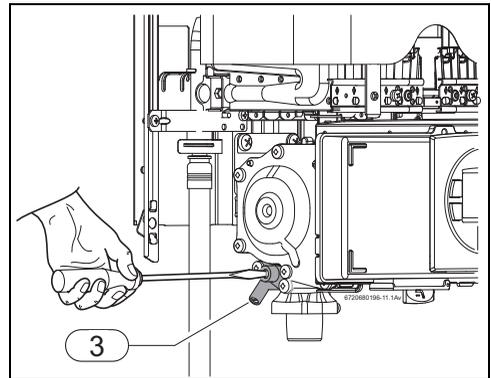

Fig. 26 Tornillo de ajuste del caudal máximo de gas
- ▶ Retirar la selladura del tornillo de ajuste (Fig. 26).
- ▶ Regular la presión del quemador máximo (tabla 11) utilizando el tornillo de ajuste del caudal de gas máximo (Fig. 26).